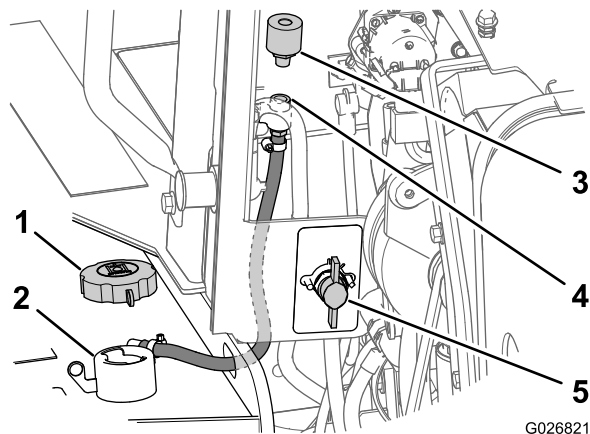

Рисунок 107
2. Поверните переключатель отсоединения аккумулятора в положение «Выкл» (Рисунок 107).
3. Снимите крышку заливной горловины бака (Рисунок 107).
4. На передней стороне панели моторного отсека снимите сапун с трубной муфты, вращая сапун против часовой стрелки (Рисунок 107).
5. Установите новый сапун в трубную муфту и затяните его от руки (Рисунок 107).